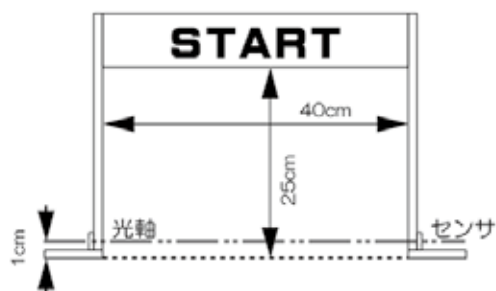

図5 スタート・ゴールゲート
- 8. スタートライン及びゴールライン上のセンサについて(図 5 に示されている)種類:透過型赤外線センサ光軸は水平であり、床面より約 1cm の高さにある。